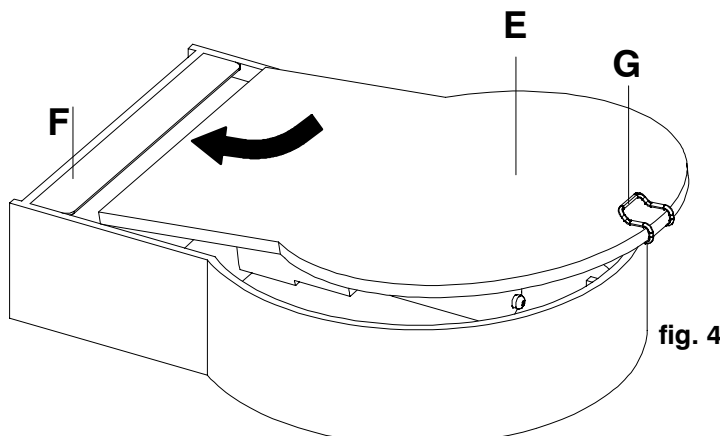

fig. 4
- ♣ **Positionner les verres du diffuseur E en faisant en sorte que l'extrémité droite s'encastre sous la plaquette en tôle fine F (voir fig. 4). Pendant cette opération, veiller à ce que la partie brillante du verre du diffuseur soit orientée vers l'extérieur et que la pince G, qui sert à faciliter l'enlèvement du verre, se trouve sur le diffuseur supérieur.**
✦ **Posizionare i vetri diffusore E facendo incastrare l'estremità dritta sotto il lamierino F (fig. 4). Durante questa operazione fare attenzione che la parte lucida del vetro diffusore sia posizionata verso l'esterno e che la molletta G, che serve per facilitare la rimozione, sia posizionata sul diffusore superiore.**
✦ **Install the diffusing glasses E so that the straight end is fixed under the latten F (fig. 4). At this stage make sure that the shining side of the diffusing glass is turned outwards and that the spring G, useful to remove it easily, is positioned on the upper diffuser.**